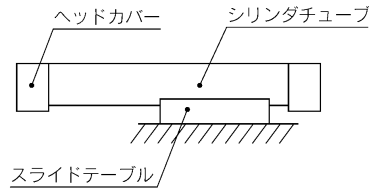

図 4. スライドテーブル(移動台)での取付け
- ・スライドテーブルを固定側としての取付け（図 4 参照）は行わないでください。軸受部分に過大な負担がかかる事になり、作動不良の原因となります。